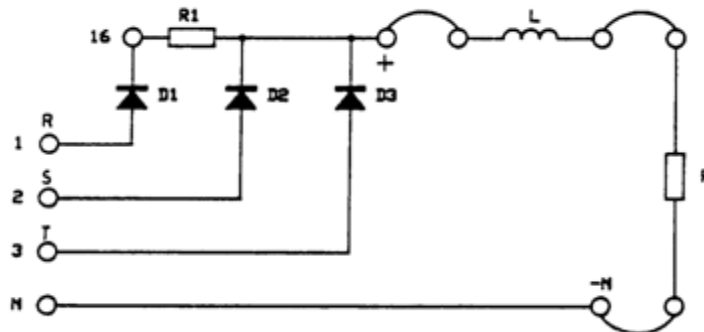

Figura 3: Conexión del rectificador trifásico de media onda con carga resistivo-inductiva.
- Mantenga las conexiones de las fases **(R), (S), (T)** y el neutro como en la sección anterior.
- Conecte la inductancia en serie con la resistencia como en la Figura 3.